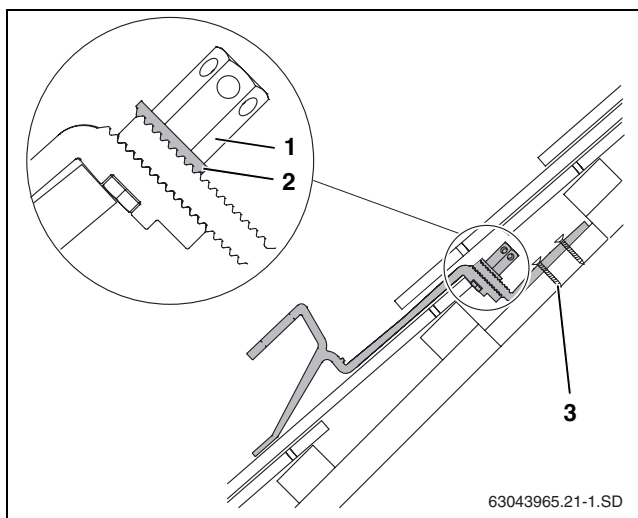

Рис. 18 Установленный кровельный крюк. Разрез с обрезанной нижней частью
Зубчатая шайба (рис. 18, [2]) должна войти в зацепление с нижней частью кровельного крюка.
- ▶ Затяните длинные гайки (рис. 18, [1]). Для этого вставьте шестигранный ключ на 5 мм (SW 5) в отверстие гайки и поверните его.
- ▶ Прикрепите нижнюю часть кровельного крюка шурупами к стропилам минимум в первом и втором отверстиях (рис. 18, [3]).